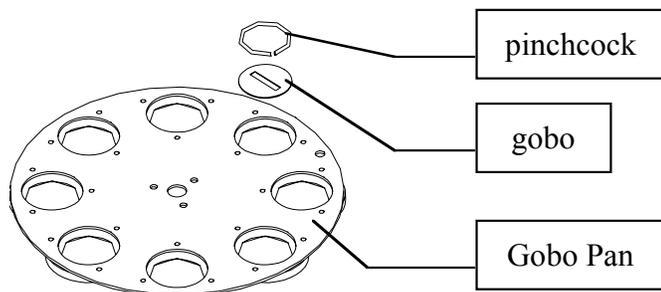

Abb. 7
4. Nehmen Sie ganz vorsichtig den Pinchcock (Abb. 7 und 8) aus dem Goborad heraus, aber achten Sie darauf das der Pinchcock nicht in das Gerät hineinfällt. Drücken Sie den Gobo dann heraus.